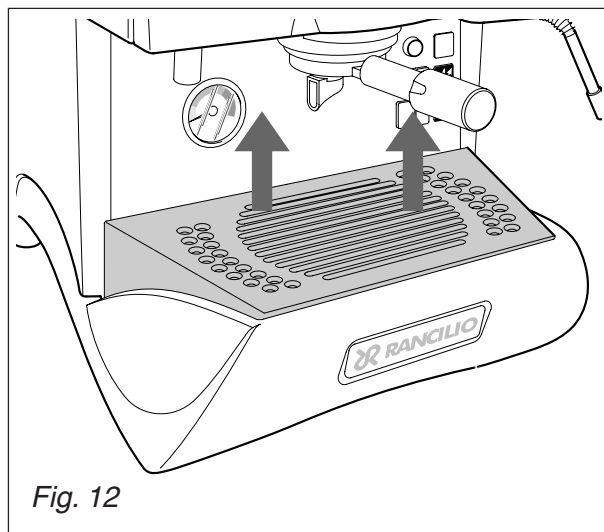

Fig. 12
- Extraer la rejilla de apoyo de las tazas 1 (Fig. 12), y limpiarlas.